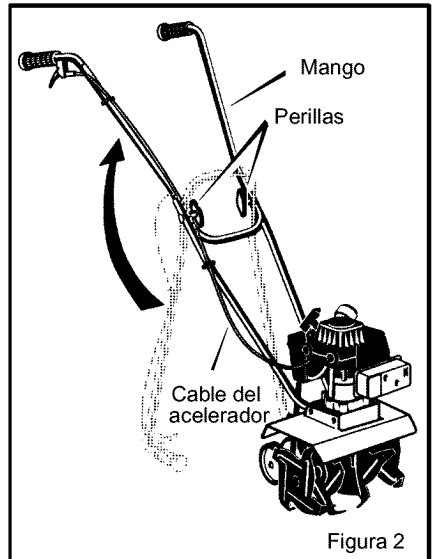

Figura 2
1. Afloje las **perillas** (vea la Figura 2). Inclíne la cultivadora hacia adelante, gire y levante el **mango superior** a la posición vertical. Asegúrese de que el **cable del acelerador** no quede atrapado entre los mangos.